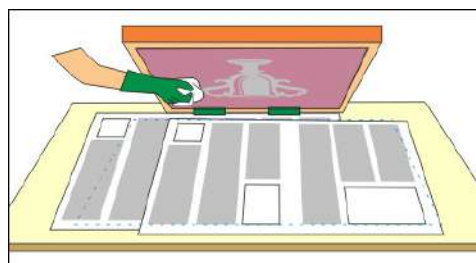

Imagen 427\_06
**6-** Ahora con estopas limpias y solvente frotar por ambos lados la pantalla hasta que no queden trazas ni matices de tinta (Imagen 427\_05)